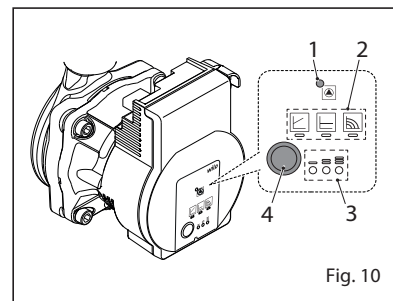

Fig. 10
3.7 POMPA BOLLITORE ALTA EFFICIENZA (fig. 10)